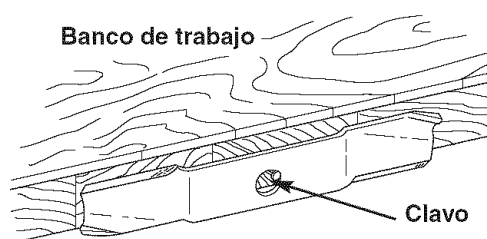

Figura 21. Equilibrar el Aspa
6. Equilibre el aspa como se muestra en la Figura 21. Centre el orificio del aspa con un clavo lubricado con una gota de aceite. Un aspa equilibrada permanecerá nivelada. Si el aspa no está equilibrada, siga afilando el lado pesado hasta que esté equilibrada.